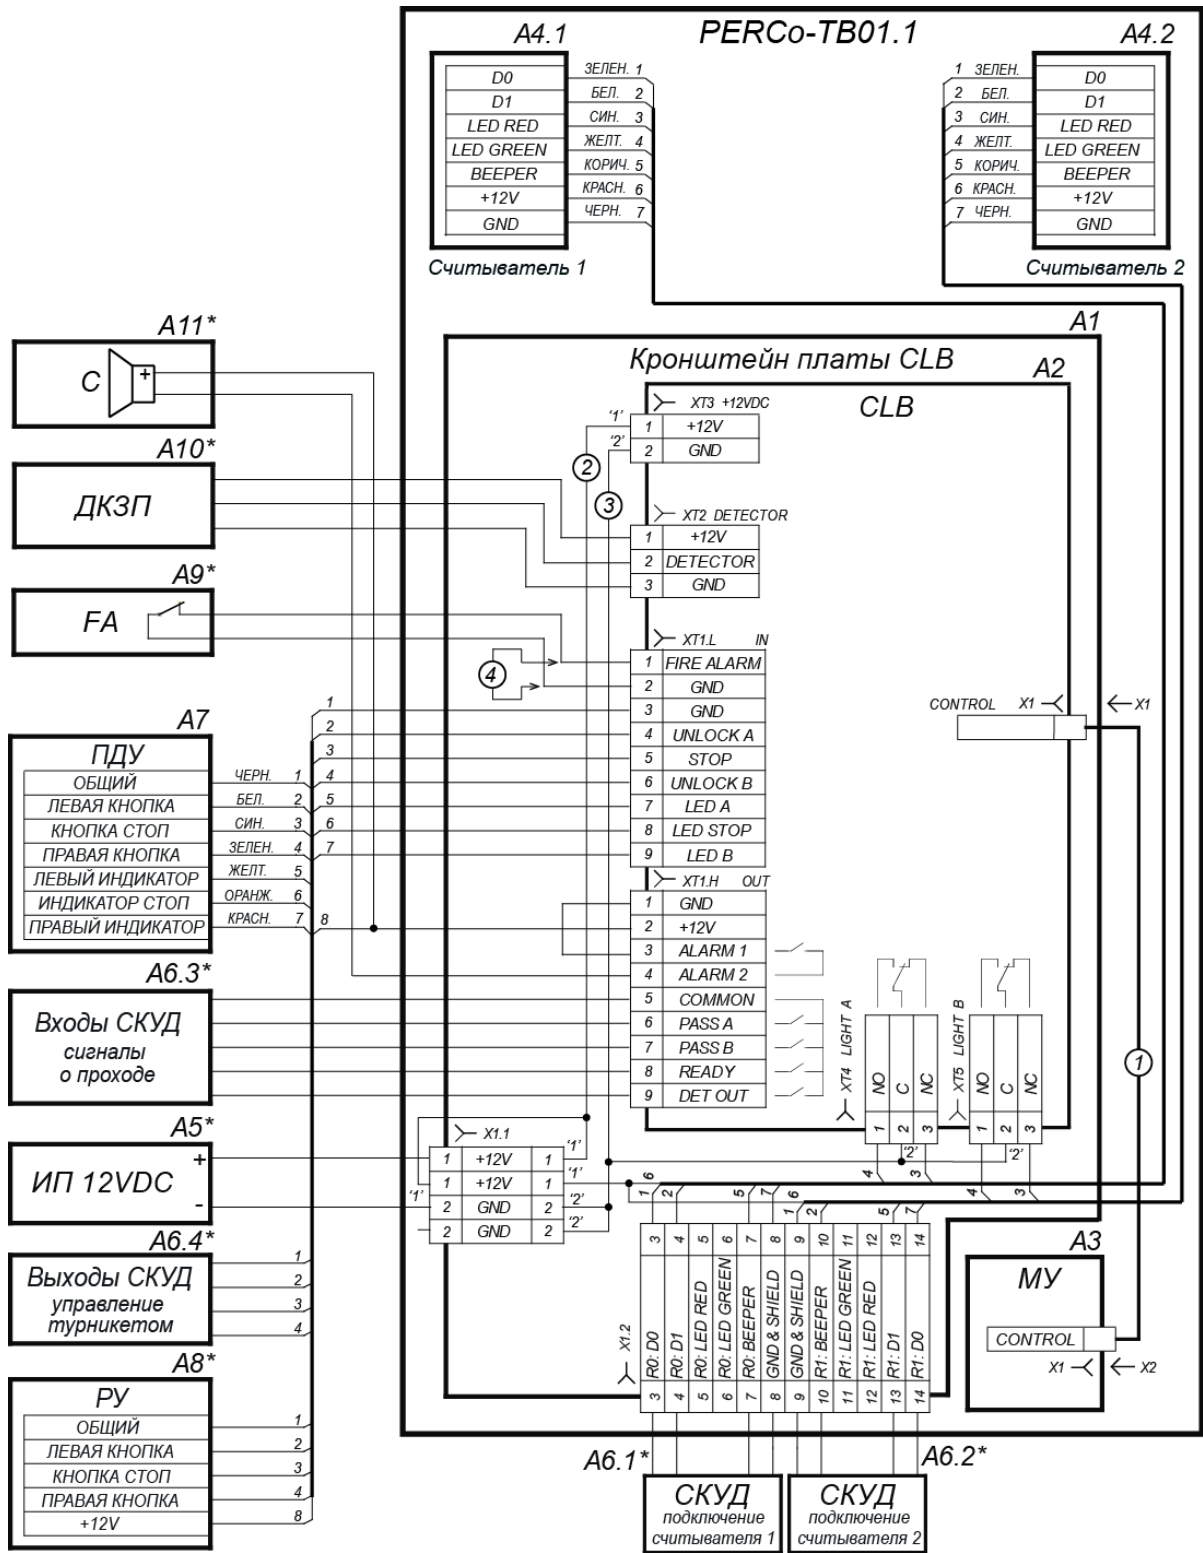

Рисунок 13. Схема электрических соединений турникета1
- 2 Подготовьте в полу отверстия под гильзы анкеров для крепления стойки турникета (см. рис. 13). При необходимости прокладки кабелей под поверхностью пола подготовьте в полу кабельный канал, подходящий к зоне ввода этих кабелей в стойку турникета. Установку и крепление стойки производите после прокладки всех кабелей в кабельном канале и внутри стойки. Прокладка кабелей внутри стойки показана на рис. 12.
- 4 Демонтируйте боковые заглушки стойки (10), открыв замки (11).
- 7 Снимите крышку турникета (3), открыв ключом замок (4, см. разд. 6).